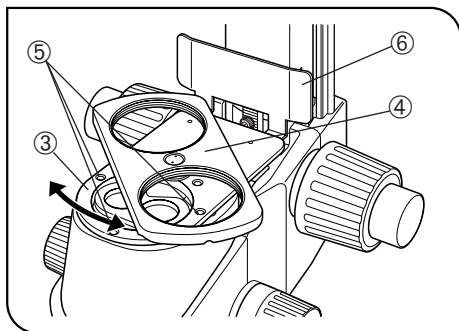

Fig. 28
4. Placera revolverfästet ③ (med sina objektivfästen ④ riktade uppåt) där objektivfästet har varit genom att rikta upp skruvhålen. Med insexnyckeln (för M3 skruvar), låser man revolverfästet med bifogade tre låsskruvar (M3, 6 mm lång) ⑤ (fig. 28).
- Eftersom skruvarna kan vara dolda bakom objektivfästena ④, låser man revolverfästet medan man vridet den (fig. 28).
6. Fäst två objektiv i deras respektive objektivfästen ④ genom fastskruvning (fig. 28).